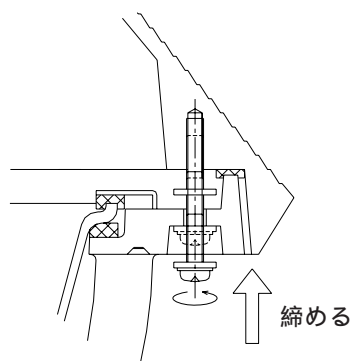

図3
4. カバーをセットします。【図3】
- ①カバーを閉じます。
- ②取付ネジ（4本）をネジ込み、カバーを固定します。